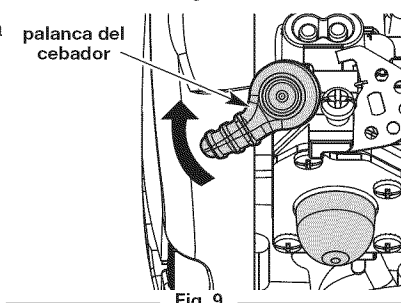

Fig. 9
- Dé la vuelta a la palanca del cebador agujas del reloj hasta que encaje (fig. 9).